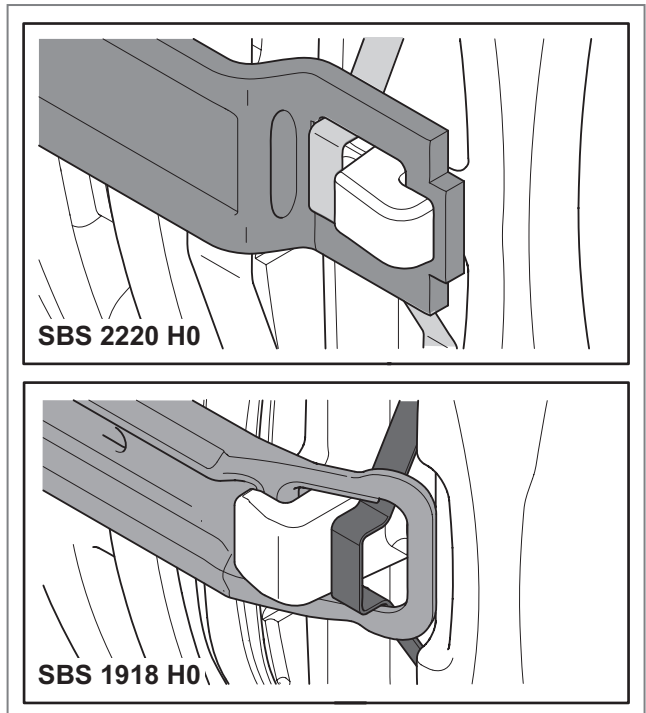

Abb. 75 - Scheibenbremse entfernen
- Bringen Sie den alten Belaghalterbügel wieder an, indem Sie ihn zunächst im Gehäuseende in der Bremssattelöffnung positionieren. Platzieren Sie anschließend die rechteckige Öffnung des Belaghalterbügels über den Bremssattelverschluss. Schieben Sie abschließend den Belaghalterbügel unter den Bremssattelverschluss, bis die Feder des Bremsbelaghalters in der verriegelten Position einrastet, siehe ► Abb. 75.